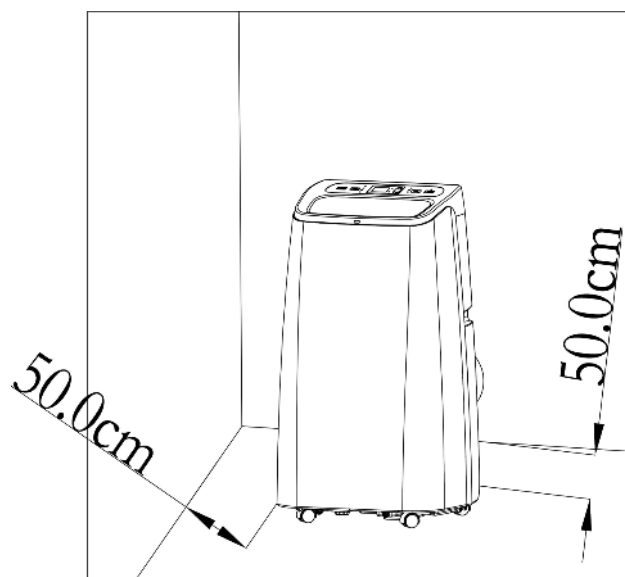

Figura 4
- Mutați aparatul împreună cu furtunul și accesoriile instalate în apropierea ferestrei. Distanța dintre aparat și pereți sau alte obiecte trebuie să fie de cel puțin 50 cm (așa cum se arată în Figura 4).